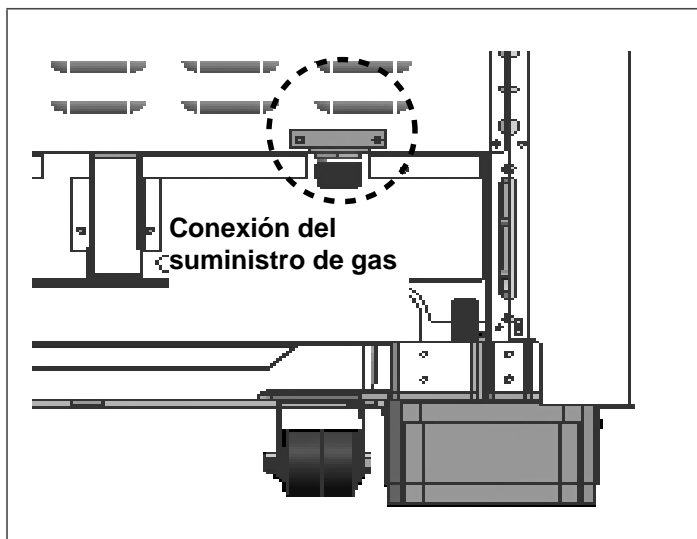

Figura 10: Conexión del colector del suministro de gas
- Utilice un conducto flexible de $\frac{3}{4}$ pulg. (19 mm) entre el suministro de gas y la línea de suministro del aparato. La línea de suministro de gas está ubicada detrás de la estufa, abajo a la derecha. La línea externa de suministro de gas del aparato tiene una rosca de tipo NPT $\frac{3}{4}$ pulg. (19 mm) y la rosca interna es de tipo NPT $\frac{1}{2}$ pulg. (13 mm) (vea la Figura 10).